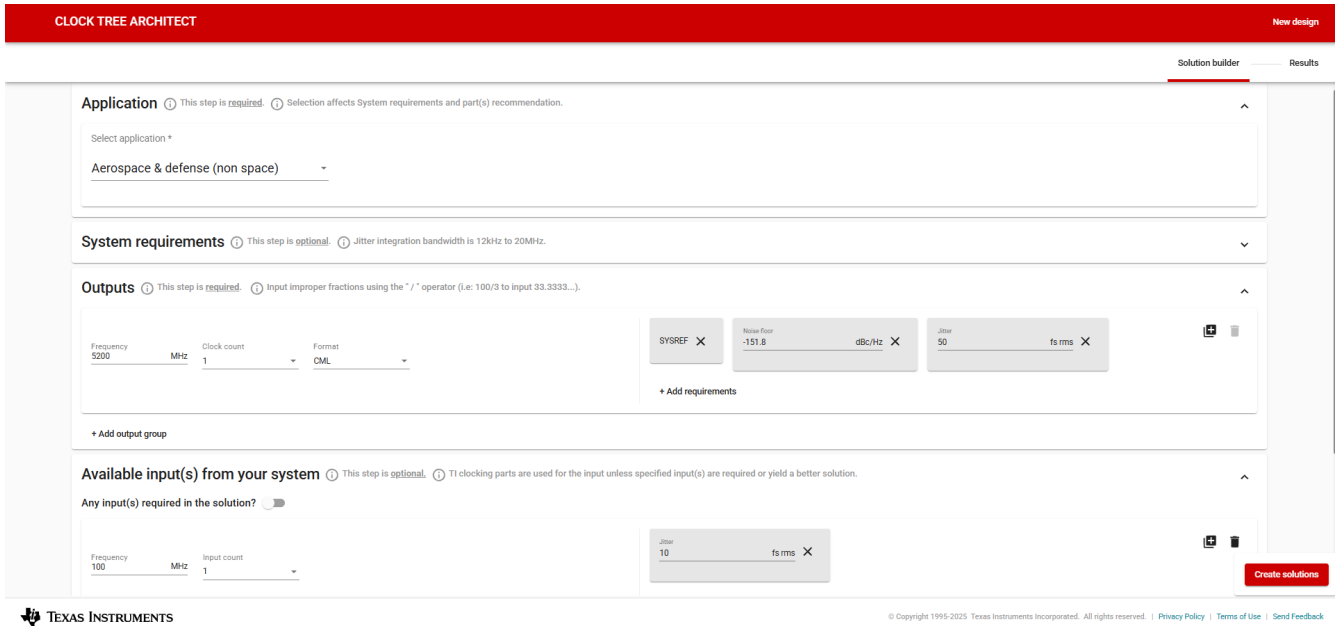

图 9-7. 最终 CTA 设置
5. 填写与您的应用程序相关的所有部分后，点击右下角的 *创建设计* 按钮。图 9-7 展示了 CTA 的最终系统设置，以提出可行的时钟建议。